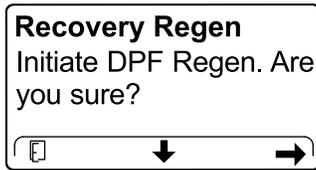

Figura 29
4. Nella schermata INITIATE DPF REGEN premete il pulsante destro per continuare (Figura 29).